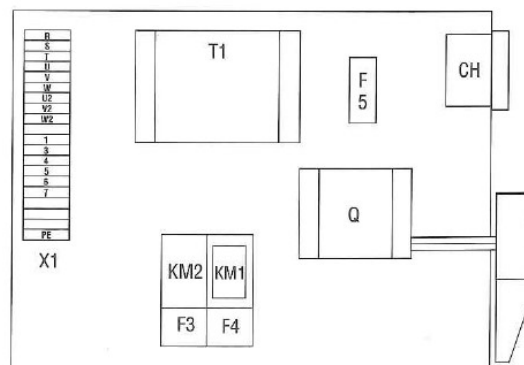

fig. 1
- le plan d'implantation du matériel électrique dans le coffret (fig. 1) ;